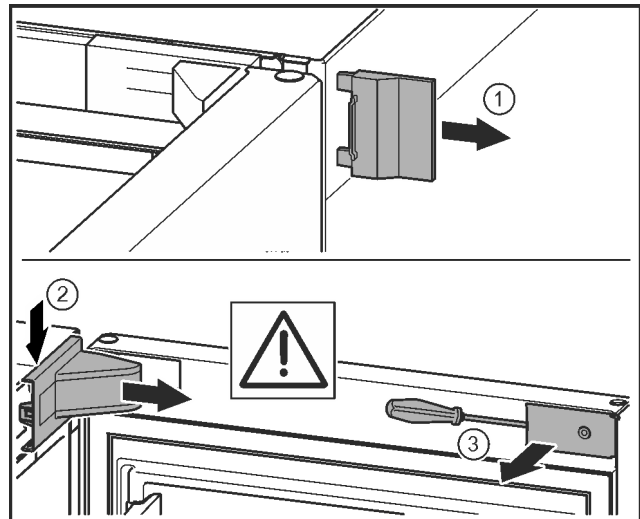

Fig. 21 *
- ▶ Togliere la copertura esterna. Fig. 21 (1) *
- ▶ Sganciare e staccare la copertura del blocco di supporto. Asportare la copertura del blocco di supporto. Fig. 21 (2) *
- ▶ Con un cacciavite liberare la mascherina e girarla lateralmente. Fig. 21 (3) *